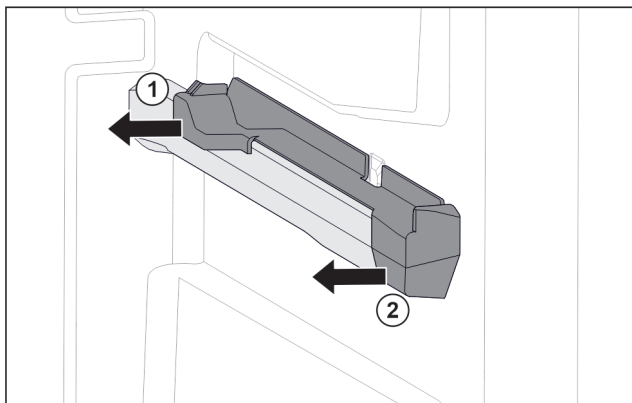

Fig. 118 Insteekelement op rechter containerrib
- ▶ Insteekelement achter naar de zijkant toe eraf trekken. Fig. 118 (1)
- ▶ Insteekelement voor naar de zijkant toe eraf trekken. Fig. 118 (2)